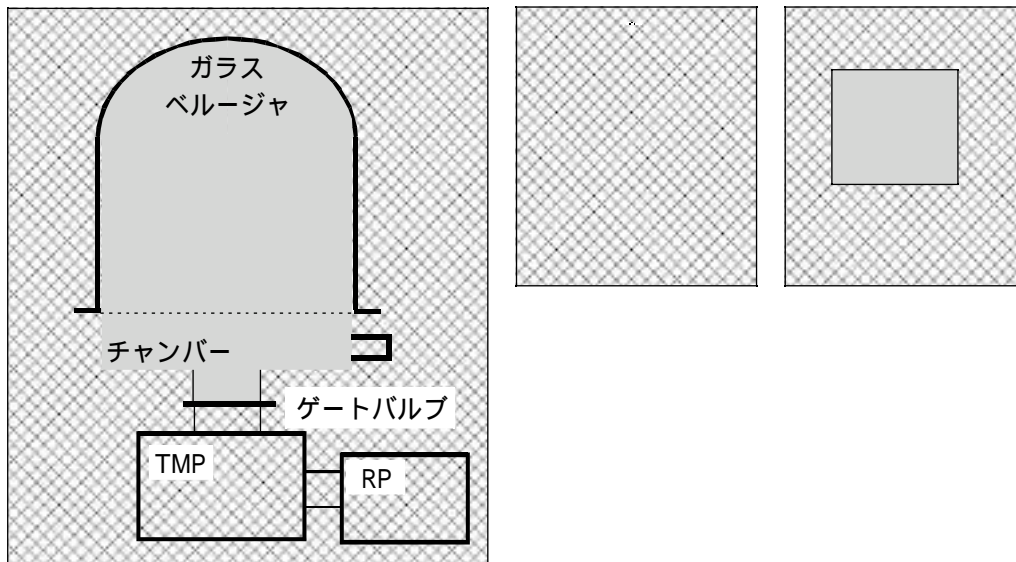

図5 真空系統図 (ハッチ：大気圧、グレー：低真空 (数 torr)、無色：高真空 ( $10^{-5}$  torr 以下))
初期の真空系の状態を図5 (a) に示す。今後、この状態図の変化を常に頭の中でイメージしながら作業を進めること (真空度は人間の目ではわからない！)。
1. リーク弁を開け、チャンバー内を大気圧にする (図5 (b))
5. 電磁リーク、ロータリーポンプ (以下 RP) の順で電源を入れ、排気音が静かになるのを待つ (現在の状態：図5 (c))
1. 現在、図5 (d) の状態であることを確認せよ
8. 現在図5 (e) の状態である。RPのスイッチを切り、続いて真空計と電磁リークのスイッチを切り、図5 (b) の状態に戻す。その後、ゲートバルブを開ける
1. ガラスベルージャをアルコールをつけたキムワイプできれいに掃除する。ガラスベルージャとリーク弁を閉め、図5 (e) であることを確認する。
2. RPのスイッチを切り、続いて電磁リークのスイッチを切り、図5 (b) の状態に戻す。その後、ゲートバルブを開く
4. ゲートバルブを閉め、TMPのストップさせる。TMPの回転が止まるまで、最低5分は待つ。ゲートバルブを閉めると真空度が落ちるため、現在図5 (c) のゲートバルブが閉じている状態である
5. 真空計と電磁リークをオフにし、図5 (a) の状態に戻す